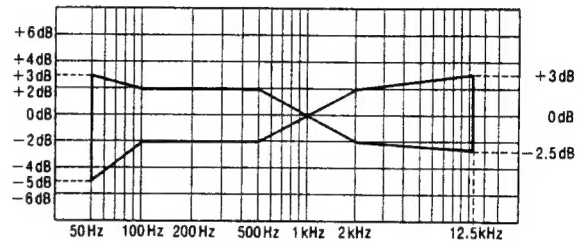

Abb. 8
5. Geben Sie das aufgenommene Signal wieder und achten darauf, daß dieses sich im Vergleich zur Bezugsfrequenz (1 kHz) in dem in **Abb. 8** aufgezeichneten Bereich befindet.